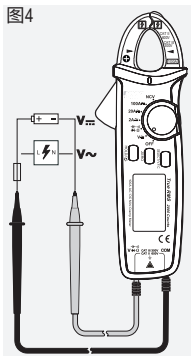

图4
2. 将红色测试引线插入 $<V>$ 插口 (8), 将黑色测试引线插入 COM 插口 (7)(图4)。